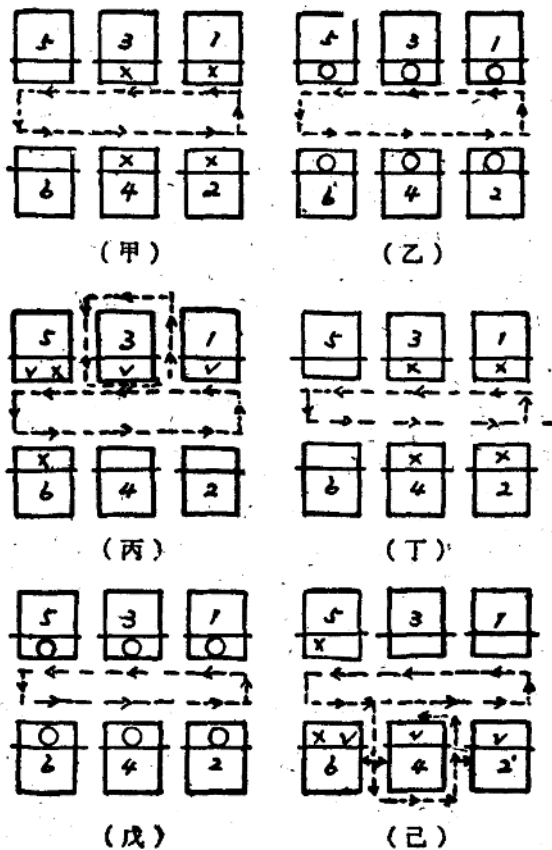

图 7
換梭之間，要騰出時間作巡回检查、装紆、理經等工作，每次小巡回中換梭一段，装紆一段，巡回检查各机台一次，并处理經面一台。分段工作次序如图 2（甲、乙、丙）（随着品种不同，和准备工作如經絲、上漿工程較好，为減輕劳动强度等，也可每二个小巡回理經一次，每次二台，如图 6。或者每三个小巡回理經一次，每次三台，如图 7。根据以后二种理經方式，在每个小巡回中操作如图 2 略有变动）。
5、6号机检查綢面，如图 7 (甲)。
第二巡回：按照巡回路綫检查綢面及装紆 (1~6号机)，如图 7 (乙)。
5、6号机換梭及检查各机台綢面，如图 7 (丙)。
5、6号机检查綢面，如图 7 (丁)。
第五巡回：按照巡回路綫检查綢面及装紆 (1~6号机)，如图 7 (戊)。
如图 7 (己)。